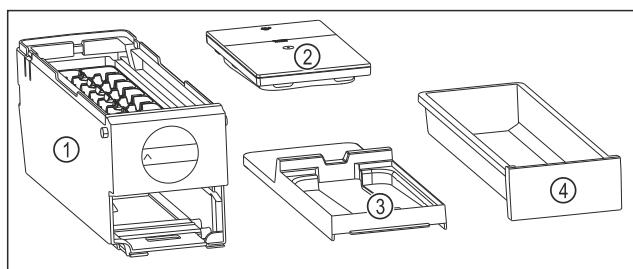

Fig. 132 Компоненти EasyTwist-Ice
- EasyTwist-Ice складається з чотирьох частин. (див. Fig. 132)
► Розбирайте EasyTwist-Ice тільки на зображені компоненти. (див. Fig. 132)
► Очистіть корпус EasyTwist-Ice Fig. 132 (1) без розбирання.